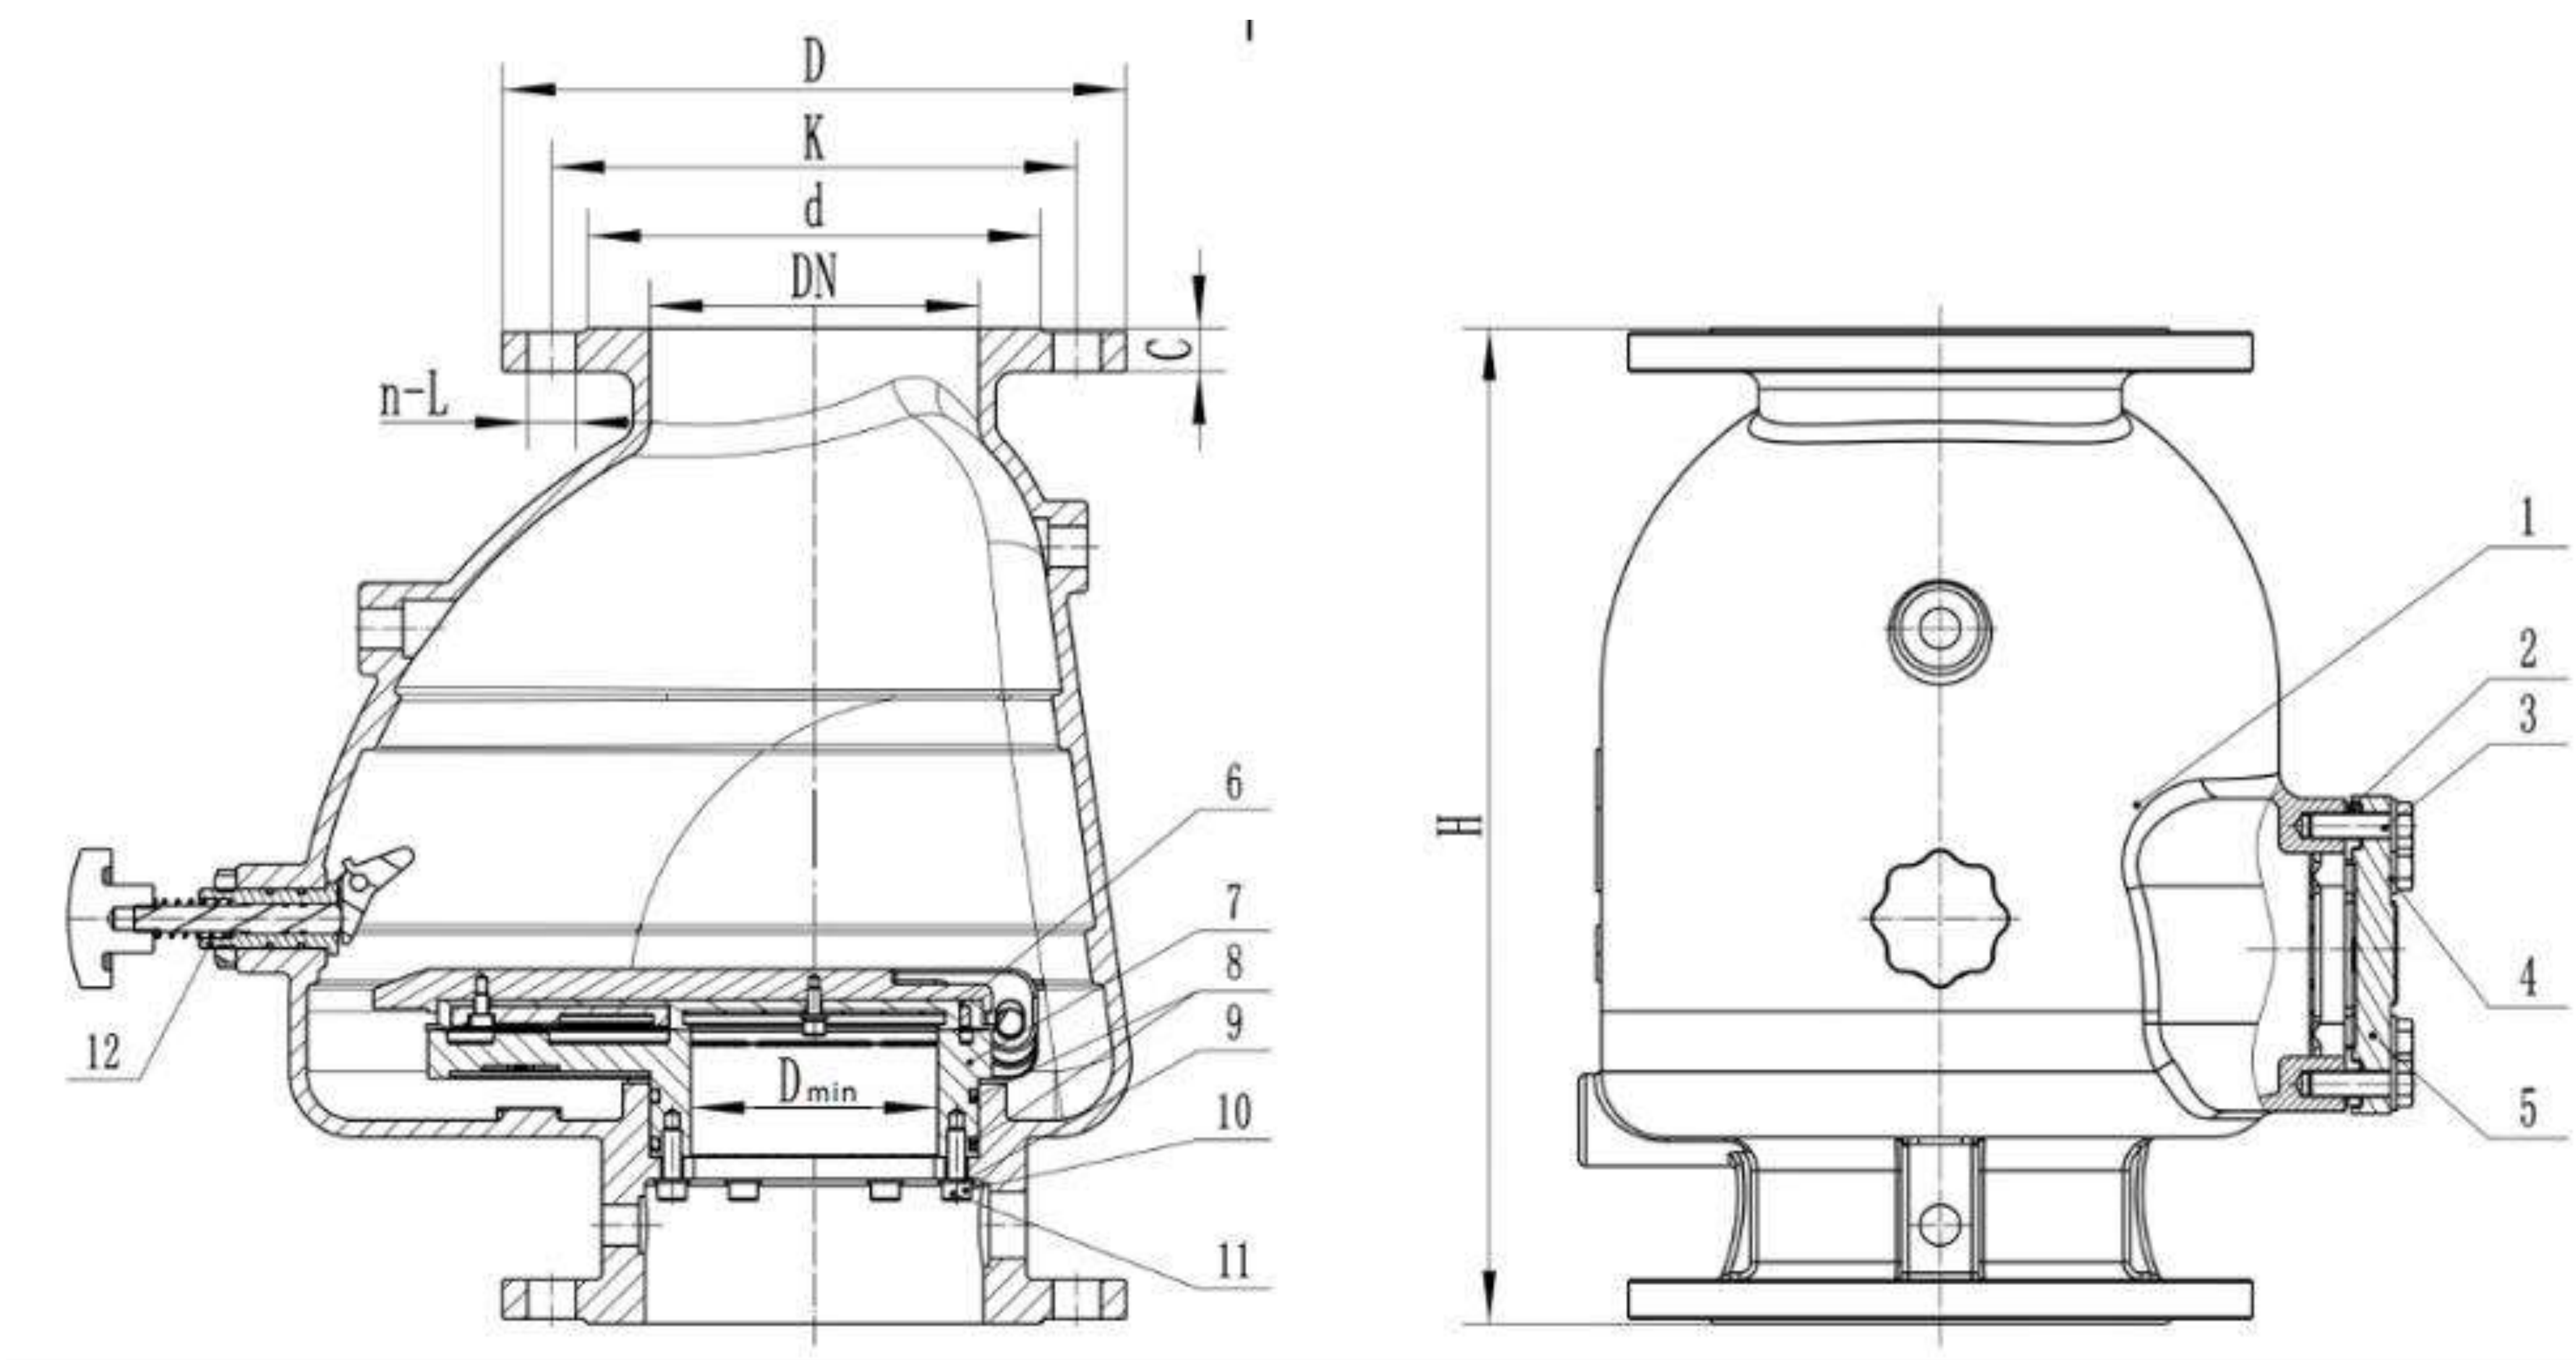

Рисунок 5. Габаритные и присоединительные размеры клапана сигнального спринклерного
- открутить болты М12 поз. 4, осторожно снять крышку поз. 5 (рисунок 5) не повредив прокладку крышки поз. 2, (рисунок 5), вынуть ось вращения диска поз. 6 (рисунок 5), вынуть диск клапана поз.6 (рисунок 5);
- произвести осмотр резиновой пластины диска клапана поз.6 и прокладки крышки поз.2 (рисунок 5), при необходимости заменить;
- произвести очистку внутренних поверхностей корпуса клапана поз. 1 (рисунок 5) от загрязнений;
Затяжку болтов поз.4 (рисунок 5) необходимо производить крест на крест, начиная с центрального болта в три этапа: